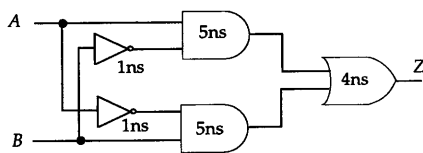

图2-11 异或逻辑
11. 使用数据流描述方式编写图 2-11 所示的异或逻辑的 Verilog HDL 描述，并使用规定的时延。